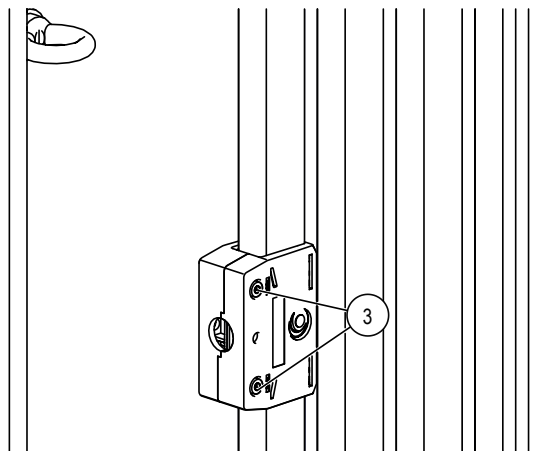

Abb. 39: Zylinderschrauben M4x22 (Pos. 3) anziehen
- Die lose montierten Zylinderschrauben M4x22 (Pos. 3) der Gehäusehälften mit dem vorgeschriebenen Drehmoment (SW 4, Drehmoment: **2,5 Nm**) anziehen (siehe Abb. 39).